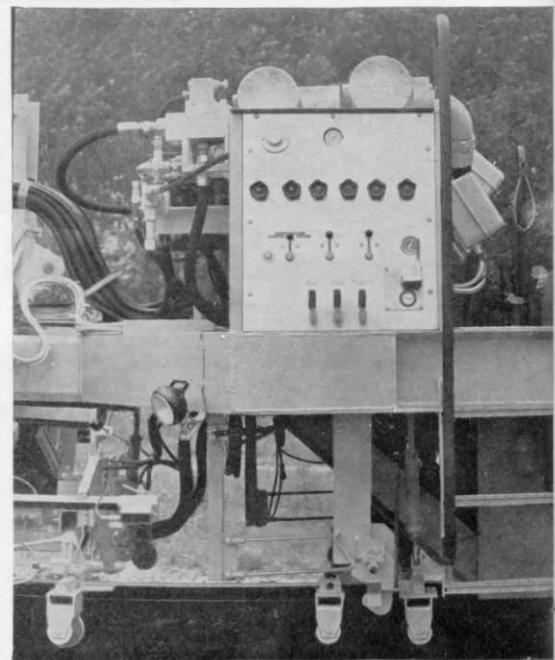

Abb. 20. Seitenansicht des Bedienstandes mit der zusätzlichen seitlichen Steuertafel (ebenfalls hellblau).
1. Vollfüllen des Gehäuses mit z. B. Blei und unten Schleifpapier aufkleben (Trockenmethode). Diese Möglichkeit ist in Abb. 20 erkennbar.